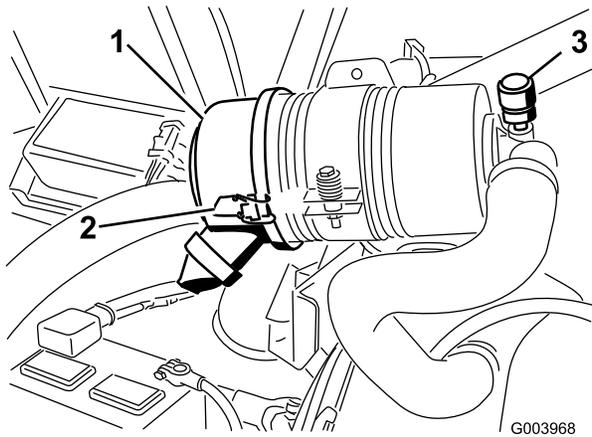

Bild 60
Warten Sie den Luftfilter nur, wenn die Wartungsanzeige dies angibt (Bild 60). Das frühzeitige Auswechseln des Luftfilters erhöht nur die Gefahr, dass Schmutz in den Motor gelangt, wenn Sie den Filter entfernen.
1. Lösen Sie die Laschen, mit denen die Abdeckung am Luftfilterkörper befestigt ist (Bild 60).